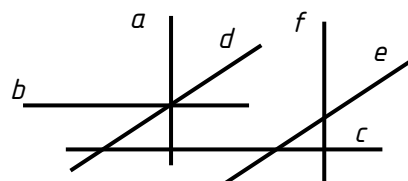

Рис.4
**Задание 2.** Посмотрите внимательно на рис.4 и напишите, какие прямые между собой не пересекаются.